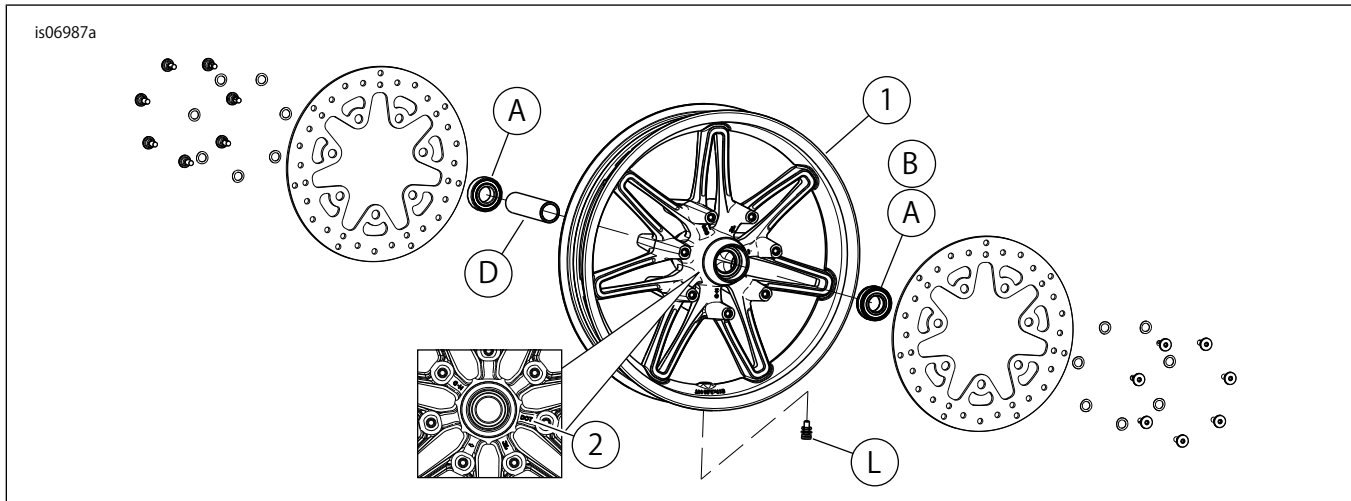

図1。交換用パーツ:チズルフロントホイール(17インチ表記)
「図1」および「交換用パーツ表」を参照してください。
2. 「図1」を参照してください。バルブシステムアッセンブリー(L)をホイールに取り付けます。サービスマニュアルを参照してください。